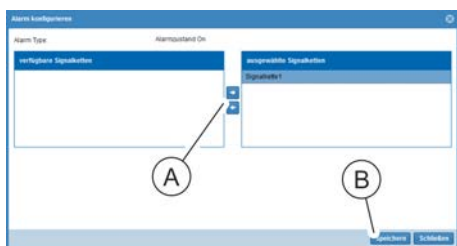

Abb. 172: Fenster "Alarm konfigurieren"
5. ➤ Im Fenster "Alarm konfigurieren" eine Signalkette auswählen und über die Schaltfläche „→“ (Abb. 172/Ⓐ) ins Feld „ausgewählte Signalketten“ schieben. Auswahl über die Schaltfläche „Speichern“ (Abb. 172/Ⓑ) bestätigen.